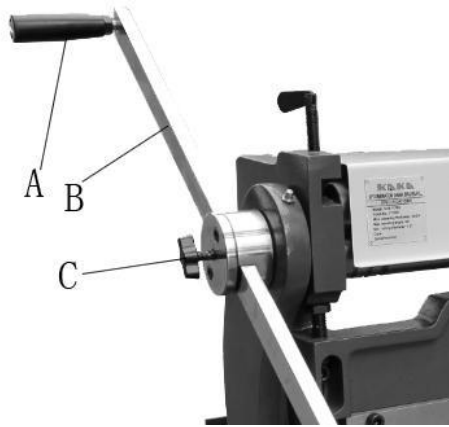

Figura 2
46. Retire una manija (A, Figura 2) de Cada conjunto de manija de
47. Afloje el perno de bloqueo (C, Figura 2).
48. Deslice la barra (B) en el cubo y apriete el bloqueo. perno (C) para asegurar.
49. Vuelva a instalar la manija (A).